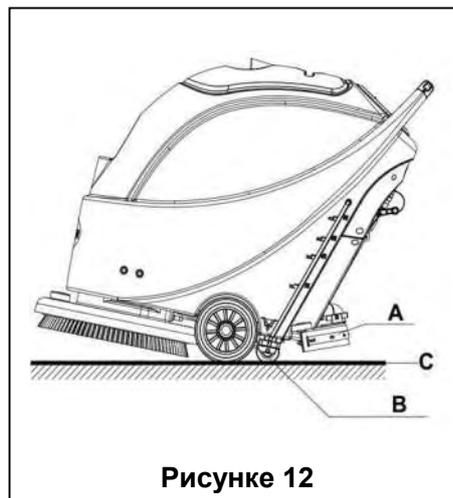

Рисунок 12
- Отпустите кнопку предохранителя (1) для отключения щетки/PAD-держателя и магнитного клапана.
- Нажмите кнопку отключения вакуумного насоса (42) в позицию «O», после чего подождите 5 секунд до полной остановки вакуумного насоса и остановите устройство.
10. Нажмите кнопку регулирования расхода воды (44) в позицию “О” для выключения магнитного клапана.
11. Нажмите кнопку включения питания (41) в позицию “О”.
12. Используйте ручку швабры (14) для ее поднятия.
13. Возьмите руль (2) и слегка наклоните устройство назад, пока устройство направляющее колесо (В) не коснется пола. См. **рисунок 12**.